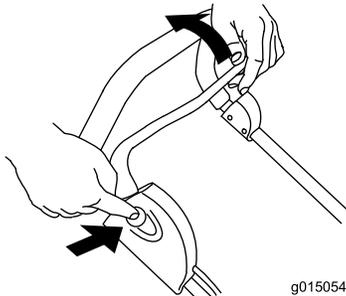

Bild 10
- Ziehen Sie den Schaltbügel bei gedrückter Taste zum Bügel (Bild 10).